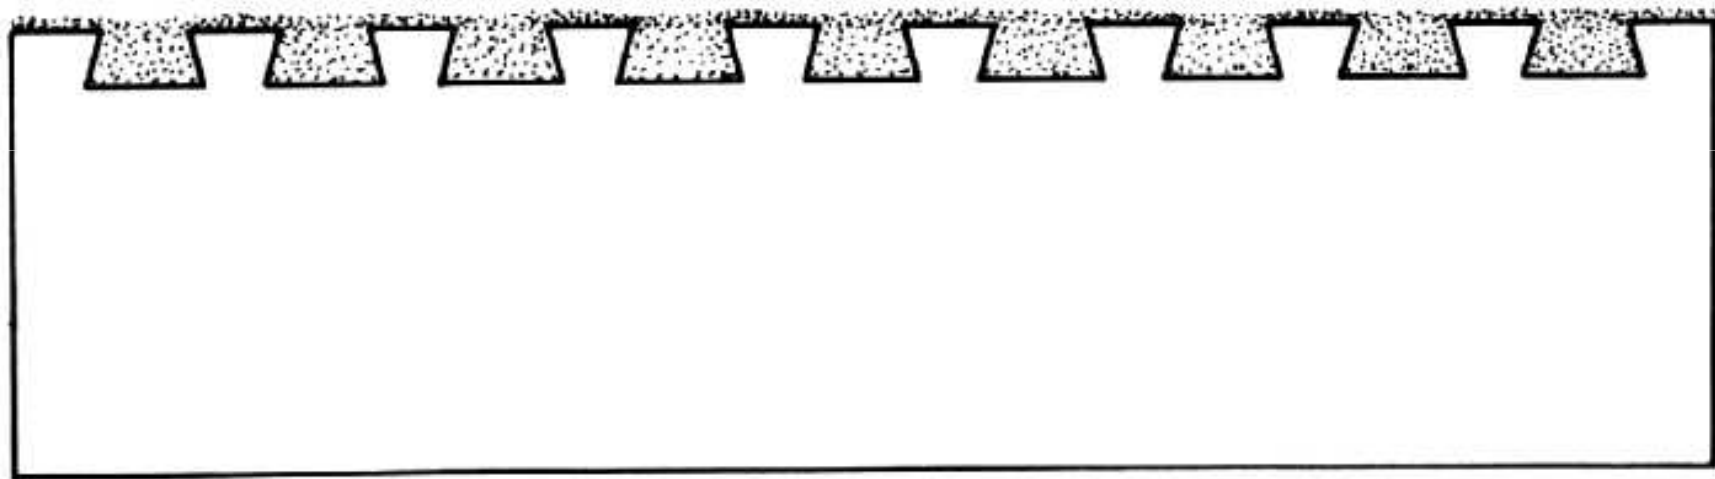

Figura 5 – Preenchimento prévio das reentrâncias do tardez das placas cerâmicas com argamassa colante
4. Para qualquer área da placa cerâmica, reentrâncias de altura maior do que 1 mm presentes no tardo de alguns tipos de revestimento cerâmico devem ser preenchidas com pasta de argamassa colante conforme mostrado na **Figura 5**. Este preenchimento deve ser feito concomitantemente com o assentamento.